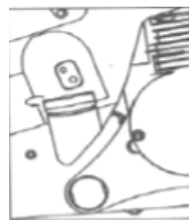

Fig. 4
7. Măsurile de prevedere la alimentarea cu combustibil: I. Alimentați dispozitivul cu combustibil numai într-un loc bine aerisit. II. Înainte de a alimenta cu combustibil, lăsați motorul să se răcească în mod natural. Nu forțați motorul în nici un fel pentru a se răci. III. Scoateți cu atenție capacul rezervorului de combustibil, astfel încât orice presiune acumulată în rezervor să se elibereze încet (ref. Fig. 4) IV. Închideți strâns capacul după alimentare și curățați orice urmă de combustibil prelin, dacă există.